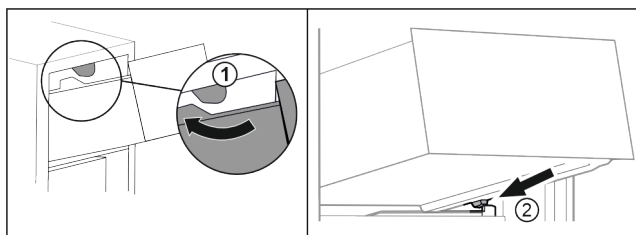

Fig. 21
- ▶ Ved'te zásuvku podél horních zarážek Fig. 21 (1).
- ▶ Nasadíte zásuvku šikmo za dolní zarážky na žebrování na nádoby Fig. 21 (2).